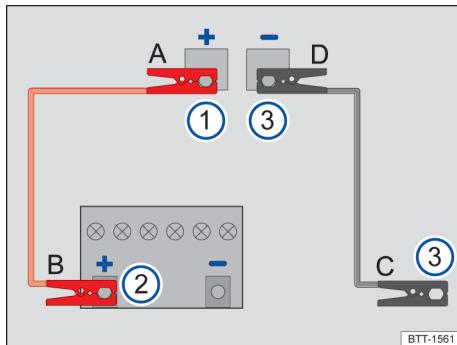

Fig. 182 Esquema para a conexão dos cabos auxiliares de partida no veículo que presta auxílio de partida.
Legenda para Fig. 182:
Conectar o cabo auxiliar de partida somente na sequência A – B – C – D → Fig. 182.
- Conectar uma extremidade do cabo auxiliar de partida **vermelho** ao ponto de auxílio à partida (polo positivo (+)) do veículo híbrido com a bateria do veículo de 12 V descarregada Fig. 182 ① → .
- Conectar a outra extremidade do cabo auxiliar de partida **vermelho** ao polo positivo (+) do veículo fornecedor de corrente elétrica → Fig. 182 ②.
- Conectar uma extremidade do cabo auxiliar de partida **preto** ao veículo com a bateria do veículo de 12 V fornecedor de corrente elétrica, de preferência, num ponto de auxílio à partida (ponto de aterramento), ou então, numa peça metálica maciça firmemente aparafusada com o bloco do motor ou no próprio bloco do motor → Fig. 182 ③.
- Conectar a outra extremidade do cabo auxiliar de partida **preto** no veículo híbrido com a bateria do veículo 12 V descarregada, no ponto de auxílio à partida ponto de aterramento (-) → Fig. 182 ④ → .
- Desconectar o cabo auxiliar de partida com o motor em funcionamento somente na sequência D – C – B – A → Fig. 182.